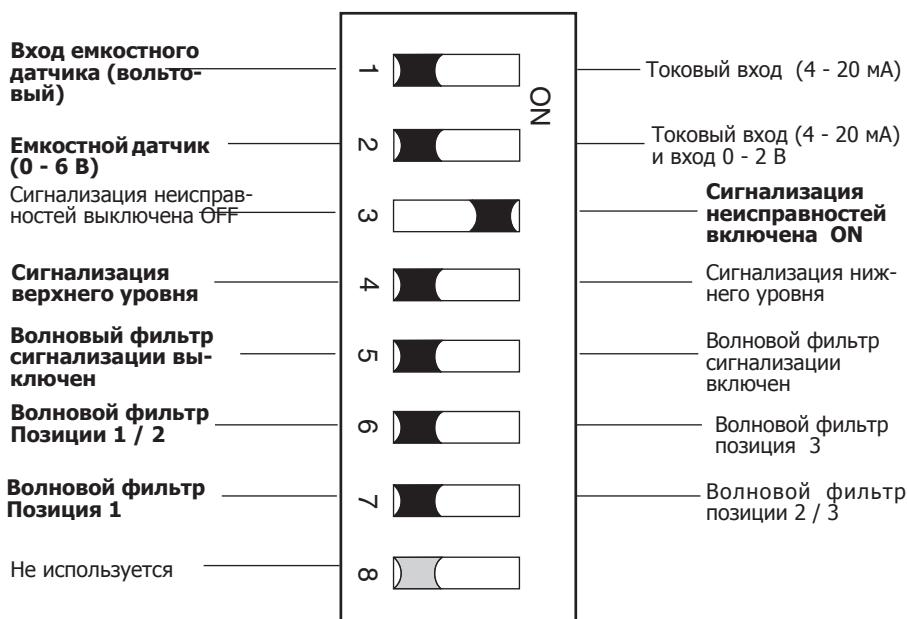

Рис. 3 Заводские уставки переключателей функций (изображены жирным шрифтом)
- Поставьте переключатели в положения, указанное на рис. 3 для выбора функций.